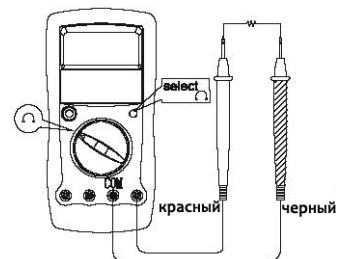

Рис.4.
10.2.1. Измерение сопротивления (см. Рис.4.)